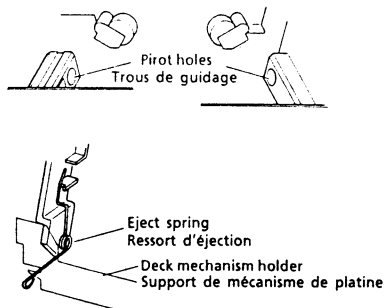

Fig. 10
- Retirer les 2 vis de fixation ⑩ et retirer le support de mécanisme de platine et la carte de circuits imprimés O.P.
- Remontage de la trappe à cassette (Fig. 10)